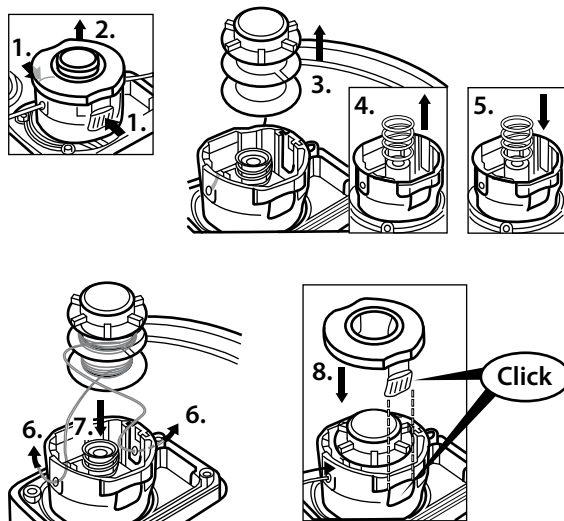

Рис. 7
1. Переверните триммер катушкой вверх. Зажмите торцевые направляющие (рис. 7).